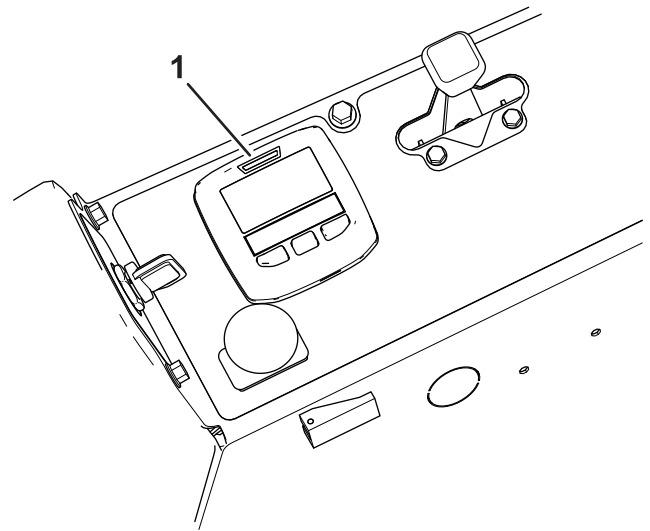

Figura 12
B. Luz LED del InfoCenter (Figura 12):
**Nota:** La luz LED de la parte superior de la pantalla (Figura 12) parpadea mientras se calibra el sensor.
La luz y la alarma indican la naturaleza de la pendiente (Figura 12):